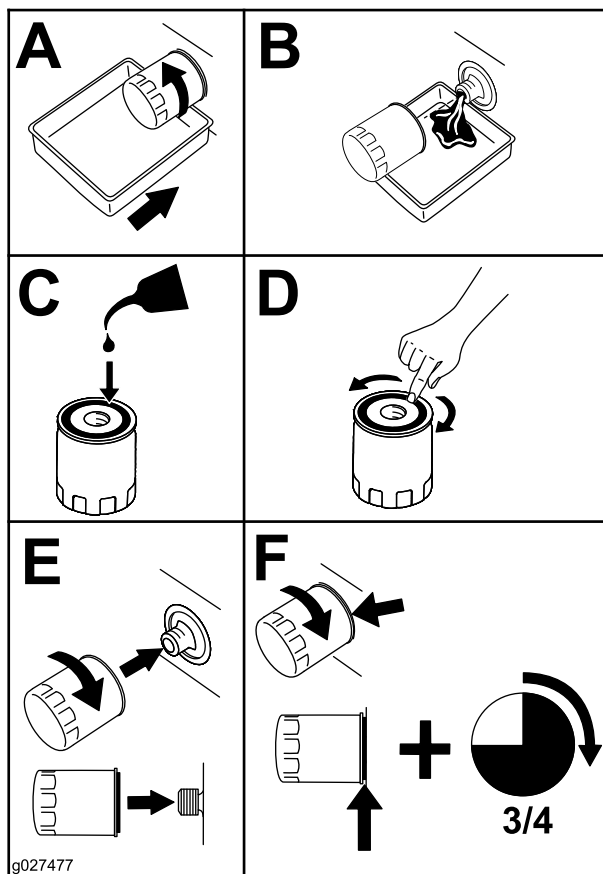

Figura 42
4. Înlocuiți filtrul de ulei de motor (Figura 42).